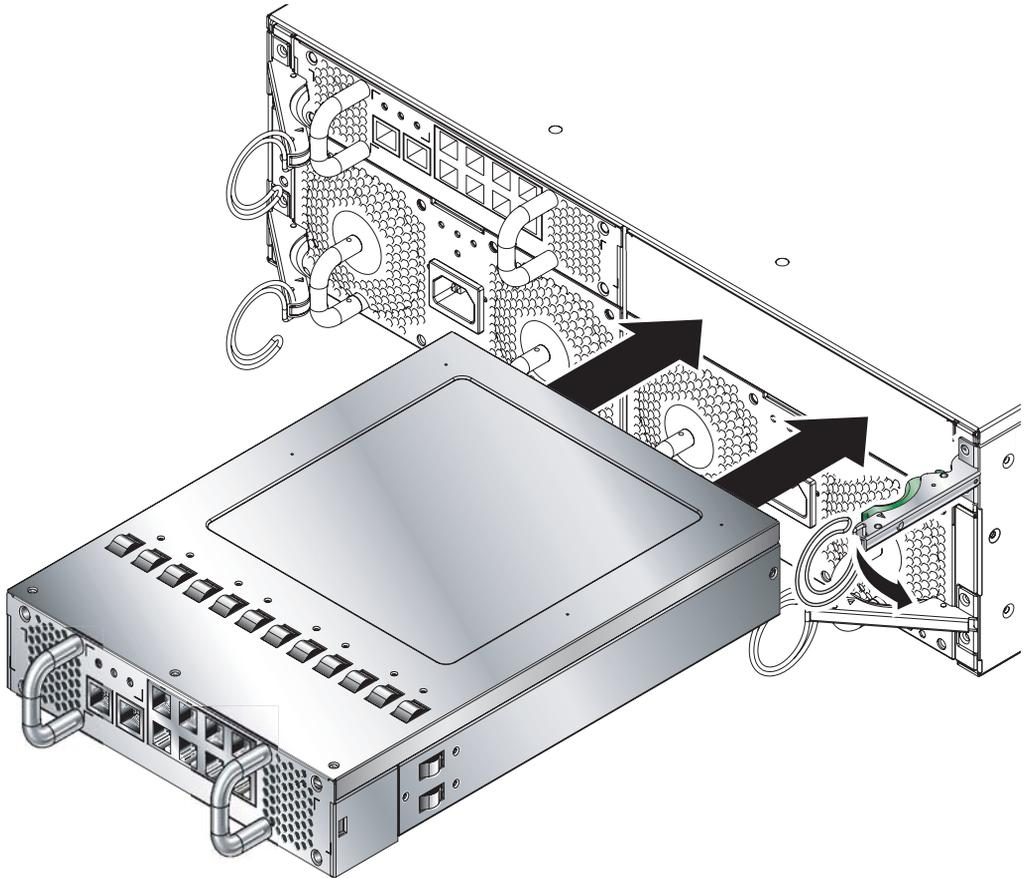

FIGURE 4-14 Alignement du SSC avant son insertion
2. Assurez-vous que le levier d'éjection du châssis est entièrement ouvert et qu'il ne bloque pas l'ouverture du châssis (FIGURE 4-14).